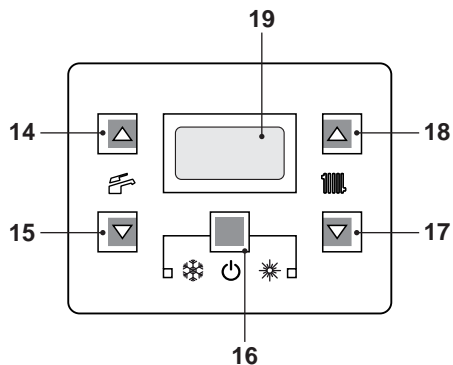
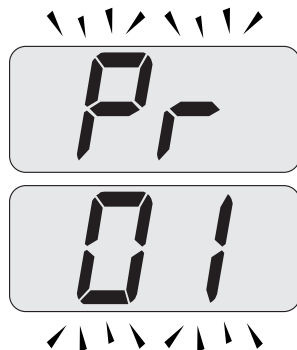

Figura 5.33
Figura 5.34
- Entrare in "modalità programmazione" premendo contemporaneamente per 10 secondi i tasti 16- 17- 18 (Figura 5.33) fino a far apparire sul display LCD le lettere **Pr** che si alternano con il codice **01**, indicanti l'entrata nel "parametro 01" (Figura 5.34).
- Premere contemporaneamente i tasti 16e 18(Figura 5.33) fino a far apparire sul display LCD il valore del parametro 17 (Figura 5.36).
- Premendo il tasto 16(Figura 5.33) si ottiene la conferma del valore inserito.
- Premendo contemporaneamente i tasti 16e 17(Figura 5.33) si esce senza modificare il valore (ritorno alla lista parametri Figura 5.34)
- Premendo contemporaneamente per 10 secondi i tasti 16- 17- 18(Figura 5.33) si esce dalla "modalità programmazione".